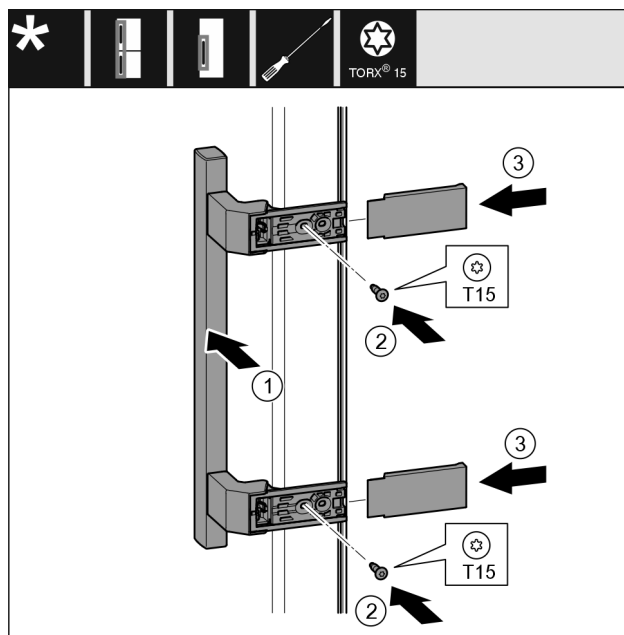

Fig. 11
- ▶ Założyć uchwyt po przeciwległej stronie. Fig. 11 (1)
- ▶ Przykręcić śruby śrubokrętem T15. Fig. 11 (2).
- ▶ Założyć osłony z boku i wsunąć. Fig. 11 (3)